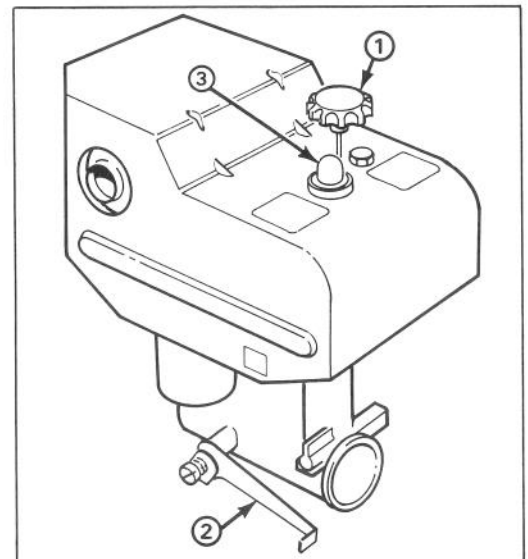

Figure 10
**Commande des gaz** (fig. 10)—Levez la commande des gaz pour augmenter la vitesse du moteur.
**Starter** (fig. 10)—Le starter se trouve à gauche du moteur. Abaissez-le en position **EN SERVICE** maximale pour faire démarrer un moteur à froid. Lorsque celui-ci commence à se réchauffer, ramenez progressivement le starter vers la position **HORS SERVICE**.
**Commande d'amorçage** (fig. 10)—Appuyez sur cette commande pour pomper une petite quantité d'essence dans le moteur afin d'aider au démarrage par temps froid.
3. Mettez le starter en position EN SERVICE maximale (fig. 10).
5. Appuyez sur la commande d'amorçage (fig. 10) à cinq reprises.
7. Lorsque le moteur est en marche, réduisez immédiatement le starter de trois quarts de position (fig. 10); laissez le moteur se réchauffer, puis descendez le starter à mi-course, et enfin en position HORS SERVICE. Si le moteur broute, remettez-le à mi-course. Lorsqu'il a suffisamment chauffé, redescendez sur la position HORS SERVICE.